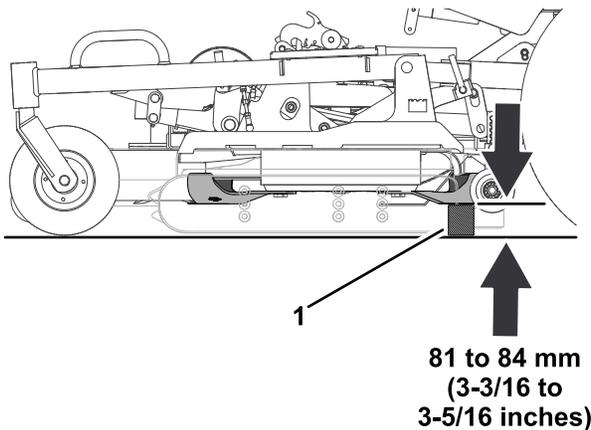

Figura 127
5. Mida la distancia entre el suelo y el punto más trasero del filo de corte de la cuchilla con un bloque indicador (Figura 127).